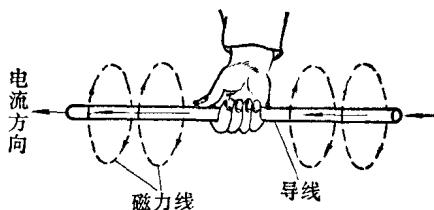

图 9
电流的方向和磁力线的方向有一定关系，如图 9 所示，用右
① 利用辅助电动机帮助起动，使其达到接近同步，然后脱开辅助电动机，转子通直流电，被旋转磁场吸引住，跟着同步运转。
② 在同步电动机转子磁极上附加一个起动绕组，类似异
❷ 见图9。